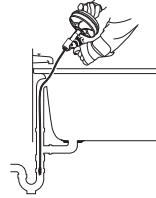

Figura 6
- En tinas o bañeras, no intente introducir el cable por el resumidero. Podría dañarse el cable. Para acceder al desagüe, retire la placa del rebosadero de la tina y cualquier mecanismo interior que tenga (Figura 6).